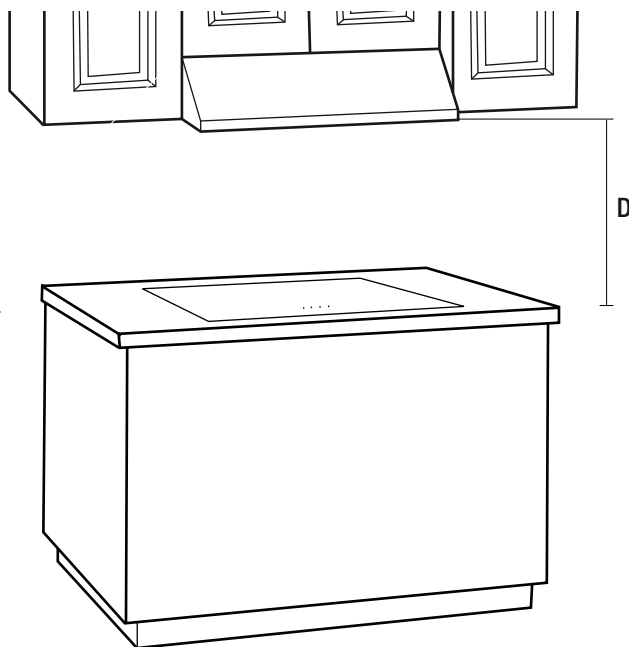

Fig. 1
4. Si decide colgar la campana con la distancia (D) que aparece a continuación (Fig. 1) de la superficie de la cocina, tenga especial cuidado, ya que cuando está en uso, la superficie de la campana puede estar extremadamente caliente al tacto. En QR001, QR003, QR006, QR009 y QR014 (D en Fig. 1), la distancia es de 458 mm - 710 mm (18 pulg. - 28 pulg.). En QR019 (D en la Fig. 1), la distancia es de 432 mm - 813 mm (17 pulg. - 32 pulg.). Mientras más cerca se instale la campana extractora de la estufa (dentro de las distancias recomendadas), más caliente se pondrá la superficie cuando se cocine durante un periodo prolongado de tiempo.